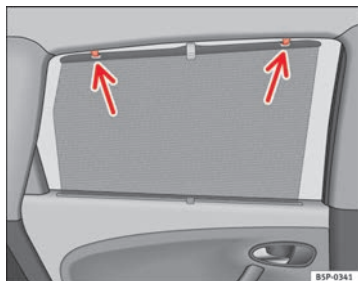

Fig. 85 Persiana puerta trasera
- Desenrolle la persiana y engánchela en los ganchos situados en el marco superior de la puerta ⇒ fig. 85.